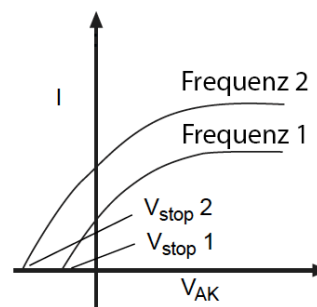

Abb. 3: Strom vs. Frequenz
- Licht unterschiedlicher Frequenzen (Farben) haben unterschiedliche Stopp-Potentiale (vgl. Abb. 3)